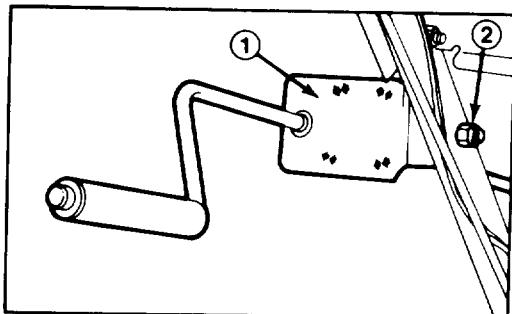
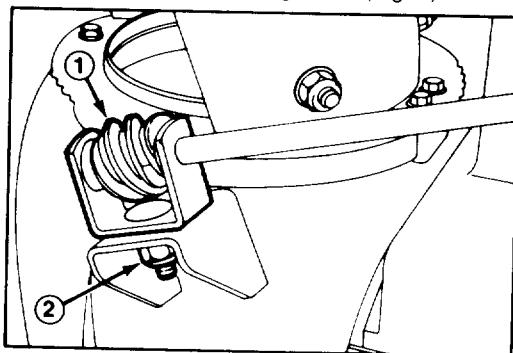

Figure 9
Figure 10
1. Fixez le support et la tige de commande de l'éjecteur sur le côté gauche du mancheron à l'aide de la vis à tête et de l'écrou de blocage. Laissez l'écrou desserré jusqu'à ce que l'ensemble soit complètement monté (Fig. 9).
2. Appliquez de la graisse à toutes fins No. 2 sur la vis sans fin, et montez la vis sans fin et son support sur la collet de montage. Fixez à l'aide de la rondelle pyramidale et de l'écrou de blocage (Fig. 10).
3. Glissez la vis sans fin dans les dents de l'anneau de retenue de l'éjecteur et serrez l'écrou de blocage (Fig. 10). Serrez ensuite l'écrou de blocage qui fixe le support de la tige de commande d'éjecteur au mancheron gauche (Fig. 9).